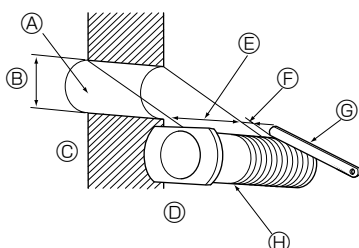

Fig. 3-6
3.4.1. Perçage des trous (Fig. 3-6)
- ① Percez des trous de $\varnothing 65$ ou $\varnothing 75$ mm de diamètre et de 5–7 mm de profondeur environ légèrement inclinés vers le bas et vers l'extérieur de la pièce.
- ② Insérez les manchons d'ouverture murale dans les trous.
③ Côté intérieur
④ Manchon d'ouverture murale
⑤ Épaisseur du mur
⑥ Une règle graduée
⑦ Sectionner avec une longue règle graduée supplémentaire.
⑧ Manchon d'ouverture murale